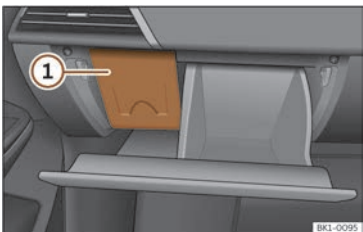

Fig. 196 Véhicule avec le volant à droite : couvercle de la boîte à fusibles du combiné d'instruments, côté passager avant.
- Retirez le cache depuis le haut >>> **fig. 196** ①.